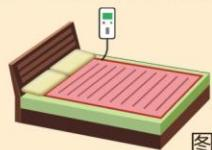

图1
- 1、将电热毯不分正反面平铺在适合规格的床垫或棉絮(褥垫)上面。不能将电热毯置于两层棉絮(褥垫)中间或棉絮(褥垫)下面。有控制器端作为肩部，发热线的布线区域不能置于枕头下。图1